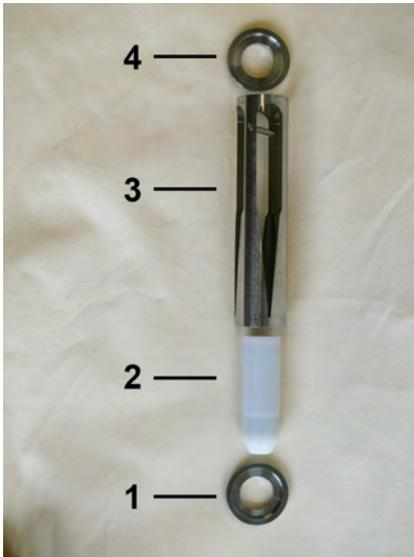

Abb. 46: Innenteile DWM/A-L
10. ▶ Zentrierscheibe (Eingang) (Abb. 46/1), Schwebekörper (Abb. 46/2), Schlitzdüse (Abb. 46/3) und Zentrierscheibe (Ausgang) (Abb. 46/4) als Innenteile des Strömungswächters